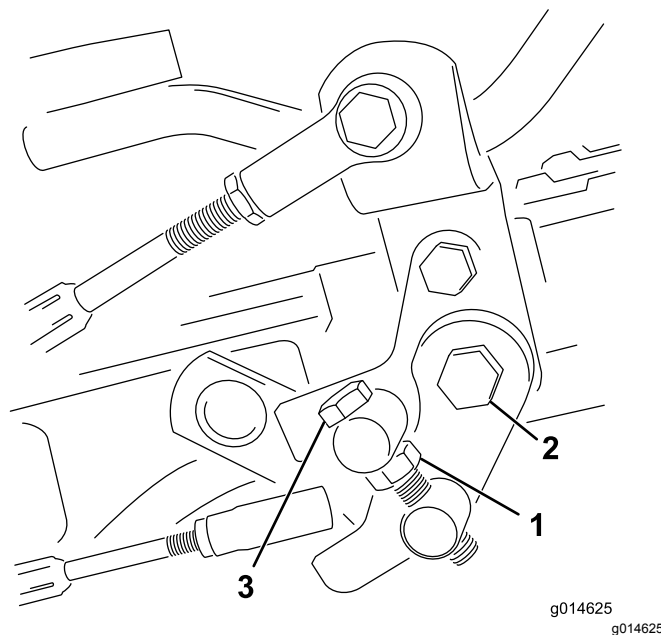

Figura 51
1. Liberte a porca de retenção do parafuso do eixo (Figura 51).
4. Aperte a porca de retenção no parafuso do eixo e a porca na articulação do pedal para bloquear o ajuste (Figura 51). Verifique o ajuste e ajuste se for necessário.